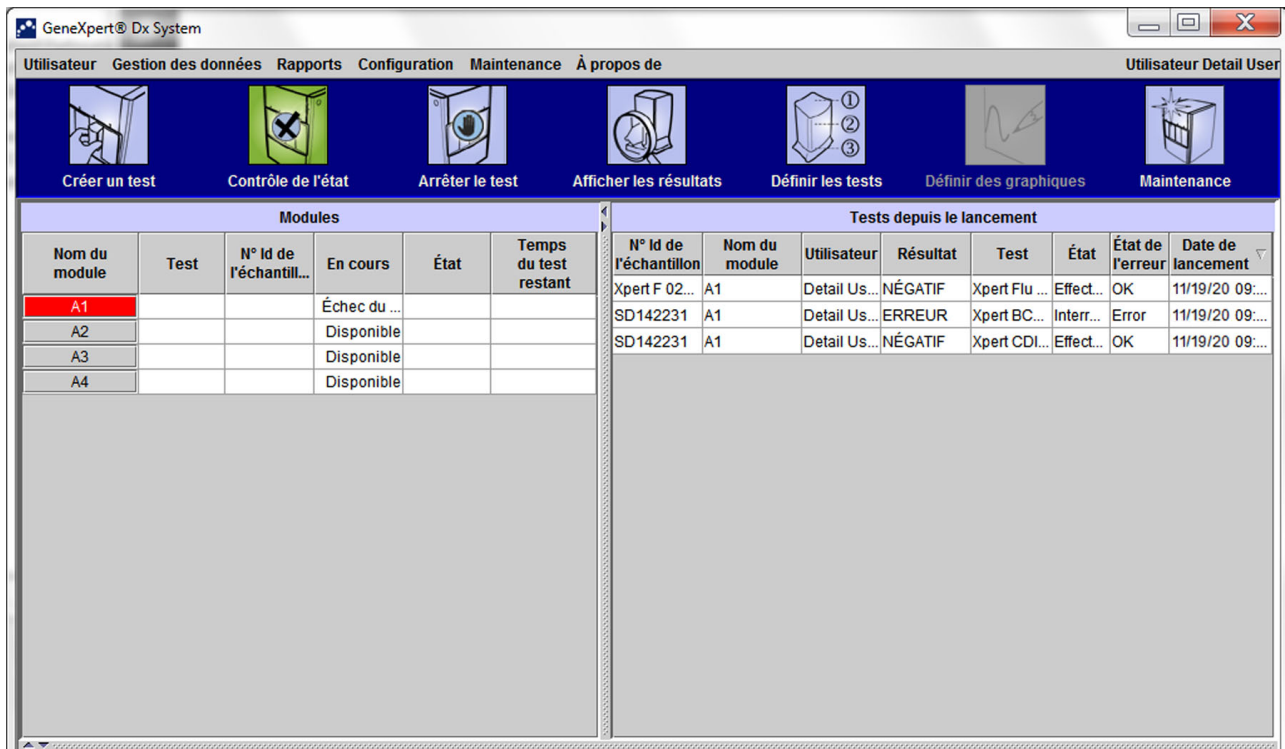
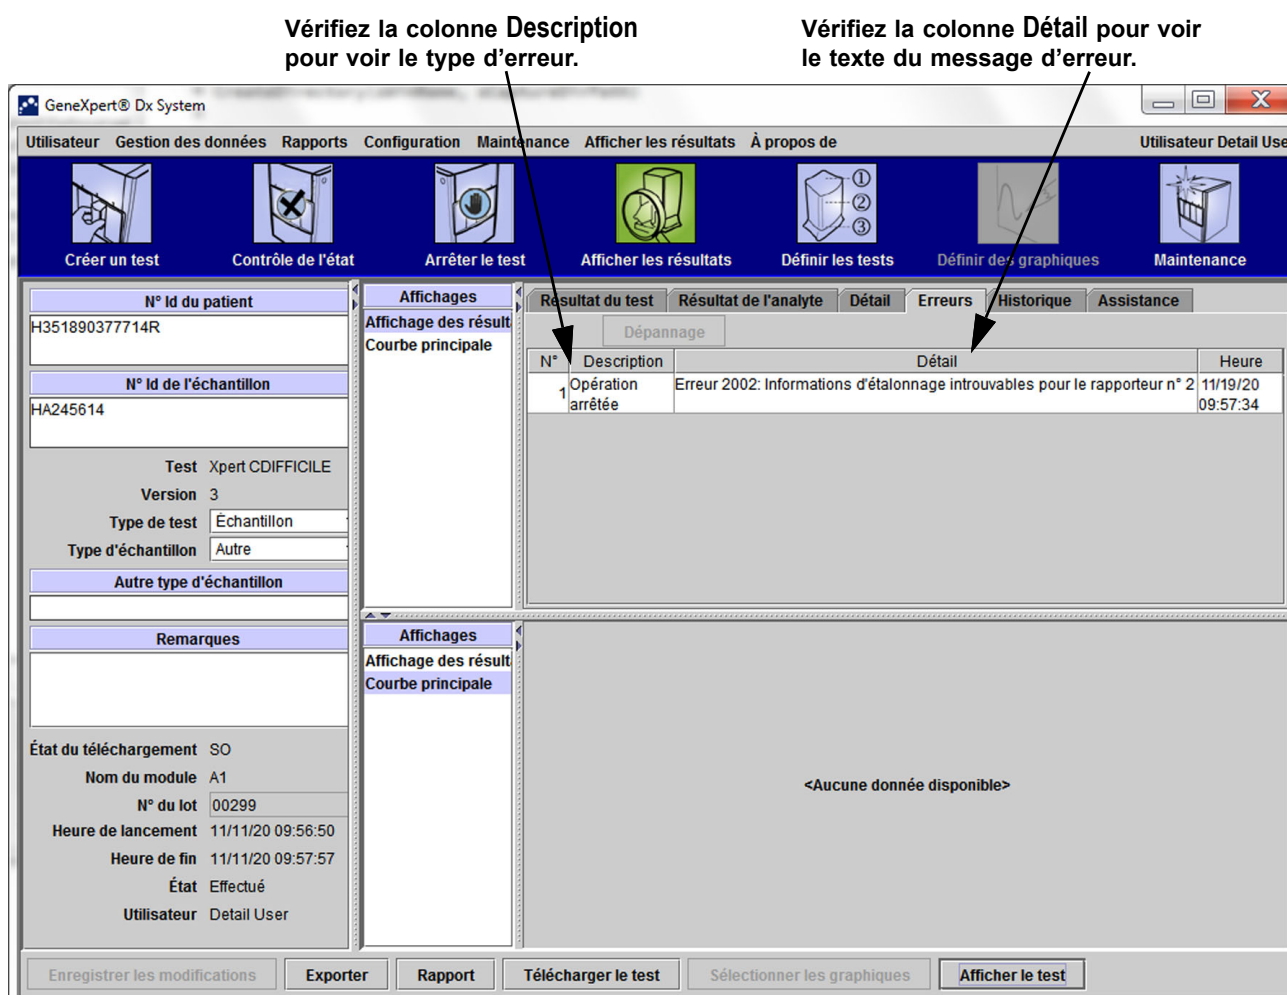

Figure 9-40. GeneXpert Dx System—Fenêtre Contrôle de l'état
Figure 9-41. GeneXpert Dx System—Fenêtre Afficher les résultats—Onglet Erreurs (Vue Utilisateurs Détail et Administrateur)
- **Section 9.19.2.5, « Erreurs d'analyse post-expérience »**—Erreurs qui se produisent pendant la procédure de réduction de données. Vous pouvez afficher toutes les erreurs dans la fenêtre Contrôle de l'état (cf. Figure 9-40). Des détails concernant les erreurs-propres au test s'affichent également dans l'onglet **Erreurs** de la fenêtre Afficher les résultats (cf. Figure 9-41).
Le Tableau 9-3 répertorie les erreurs susceptibles de survenir au cours d'un test qui n'a pas été interrompu. Même si le système a pu terminer le test et enregistrer les résultats, certaines erreurs non critiques se sont produites et doivent être examinées. Ces messages d'erreurs sont affichés dans la fenêtre Afficher les résultats (cf. Figure 9-41). Pour contacter le Service d'assistance technique de Cepheid, consultez la section Assistance Technique dans la Préface pour obtenir les coordonnées nécessaires.
Le Tableau 9-4 répertorie les erreurs susceptibles de survenir lorsqu'un test est interrompu. Les messages d'erreur d'interruption de test s'affichent dans la fenêtre Afficher les résultats. Voir Figure 9-41. Pour contacter le Service d'assistance technique de Cepheid, consultez la section Assistance Technique dans la Préface pour obtenir les coordonnées nécessaires.
Le Tableau 9-5 répertorie les erreurs susceptibles de survenir au cours du chargement de la cartouche. Les messages d'erreur liés au chargement de la cartouche s'affichent dans la fenêtre Contrôle de l'état. Voir Figure 9-40.
Le Tableau 9-6 répertorie les erreurs susceptibles de survenir au cours de l'autotest. Les messages d'erreur liés à l'autotest s'affichent dans la fenêtre Contrôle de l'état. Voir Figure 9-40. Pour contacter Service d'assistance technique de Cepheid, consultez la section Assistance Technique dans la Préface pour obtenir les coordonnées nécessaires.
Le Tableau 9-7 répertorie les erreurs susceptibles de survenir au cours du processus d'analyse post-expérience (réduction de données). Les messages d'erreur post-expérience apparaissent dans la fenêtre Afficher les résultats (cf. Figure 9-41). Pour contacter Service d'assistance technique de Cepheid, consultez la section Assistance Technique dans la Préface pour obtenir les coordonnées nécessaires.